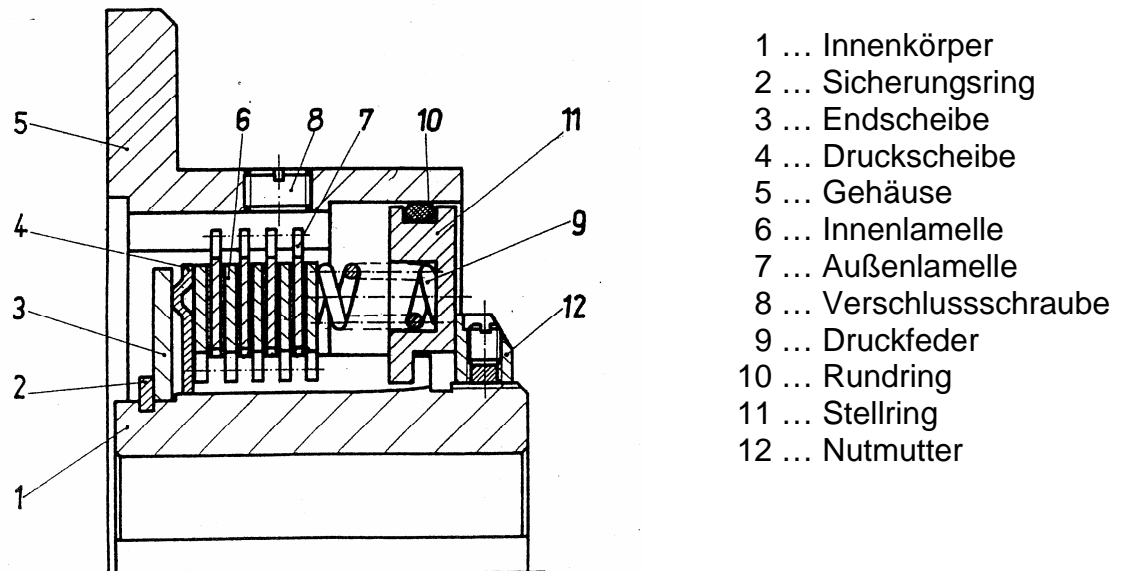

Bild 1
Mit Hilfe der Nutmutter (12) und des Stellringes (11) (Bild 1) bzw. der Sechskantschrauben (13) (Bild 2; 3) kann das Drehmoment der Kupplung ein- oder nachgestellt werden (siehe Abschn. 4).